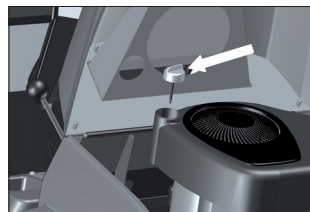

Fig. 37
5. Retire a vareta de medição de nível [Fig. 37], reabasteça o motor com aproximadamente 1,4 L de óleo **5W30 Sintético** e verifique o nível do óleo.